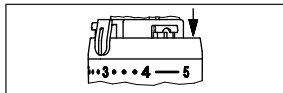

Abb.8
3. Zur oberen Begrenzung des Einstellbereiches, wird das zweite Element, in die Position eine Nut nach der Merzkahl „4“ eingesteckt (Abb. 8).